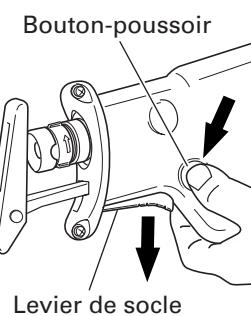

Fig. 10
(1) Appuyez sur le bouton-poussoir. Ce faisant, le levier du socle sort pour permettre de préparer le socle pour le réglage. (Fig. 10)